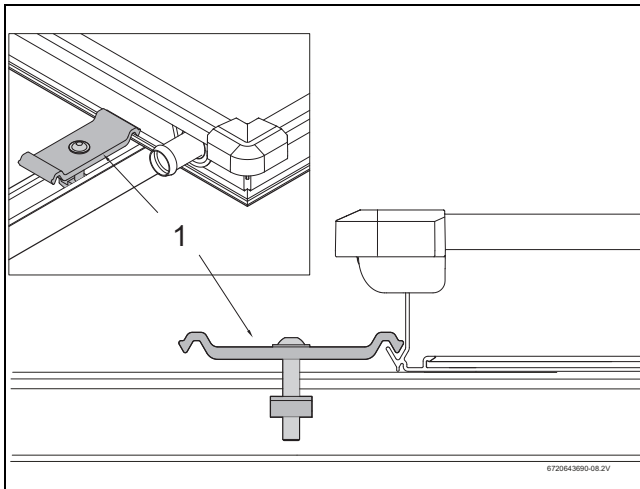

Fig. 61 Sujeción de colector doble
- ▶ Colocar el fijador de colector doble con la tuerca encajada en la abertura del perfil y del conector de encaje, de modo que el soporte distanciador en plástico (Fig. 61, [1]) envuelva el perfil.
- ▶ Posicionar el fijador de colector doble conforme Fig. 61.